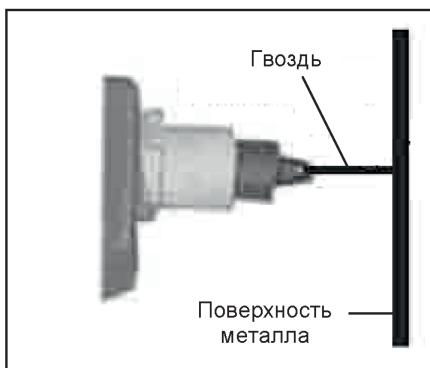

Рис. 2
2. Вставьте гвоздь (Рис. 2) в наконечник 1 (Рис. 1) до упора.